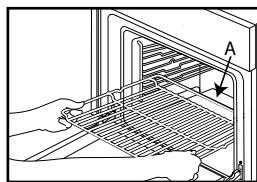

Fig. 1
1. Вставьте решетку горизонтально, располагая ее выступом "A" вверх (Рис. 1).